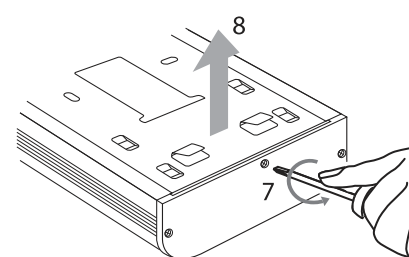

Fig 6
4. Au bas de la platine (fig 6), retirer la vis (7) puis le couvercle (8)
6. Refixer le couvercle (8) et repositionner la platine dans le boîtier saillie
7. Refixer la cale (3) avec la vis (2), remettre le cache vis (1)